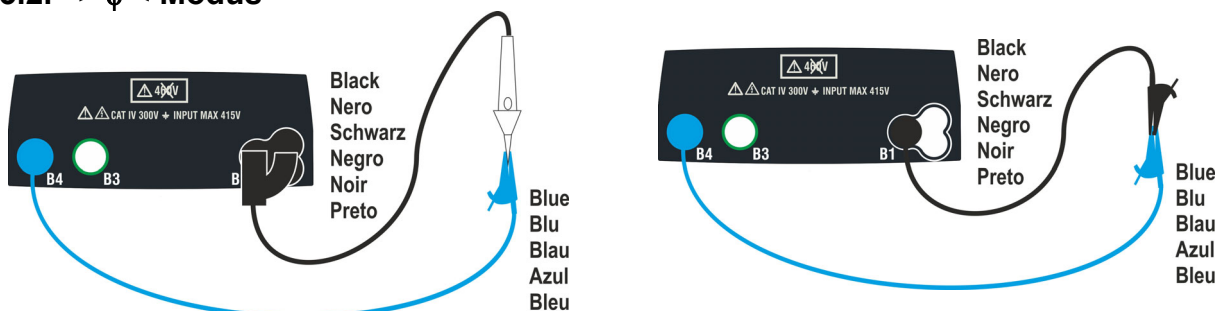

Abb. 10: Kompensation des Widerstands von Einzelkabeln und Prüfsonde mit Fernbedienung
- Verbinden Sie die Krokodilklemmen und/oder die Messkabel und/oder die Prüfsonde mit Fernbedienung mit dem zu testenden Leiter wie in Abb. 10 abgebildet.